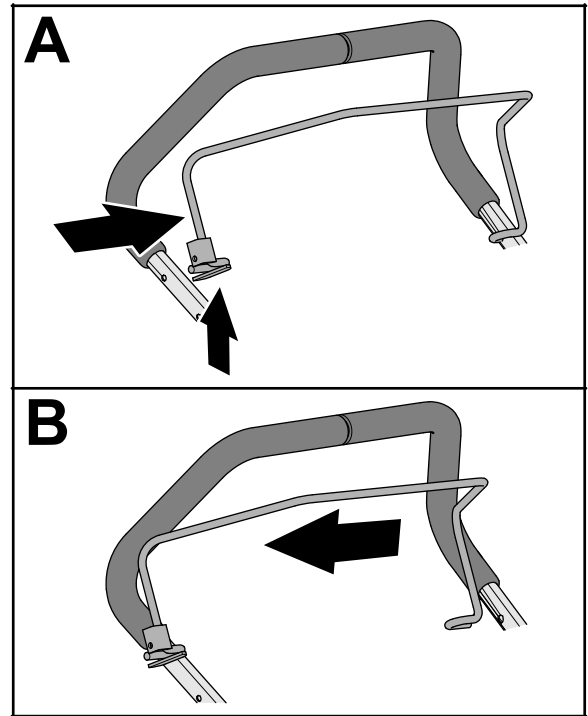

図 9
1. オペレータベイルと上部ハンドルの取り付け部分でベイルの脚を押し縮めてベイルを機械から外す 図 9。